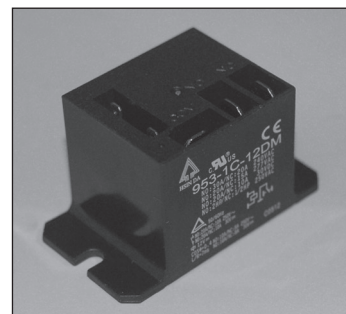

Figura 6
- Instalar el módulo disyuntor de alimentación, **Figura 6**, al calentador de agua tal como se indica a continuación.